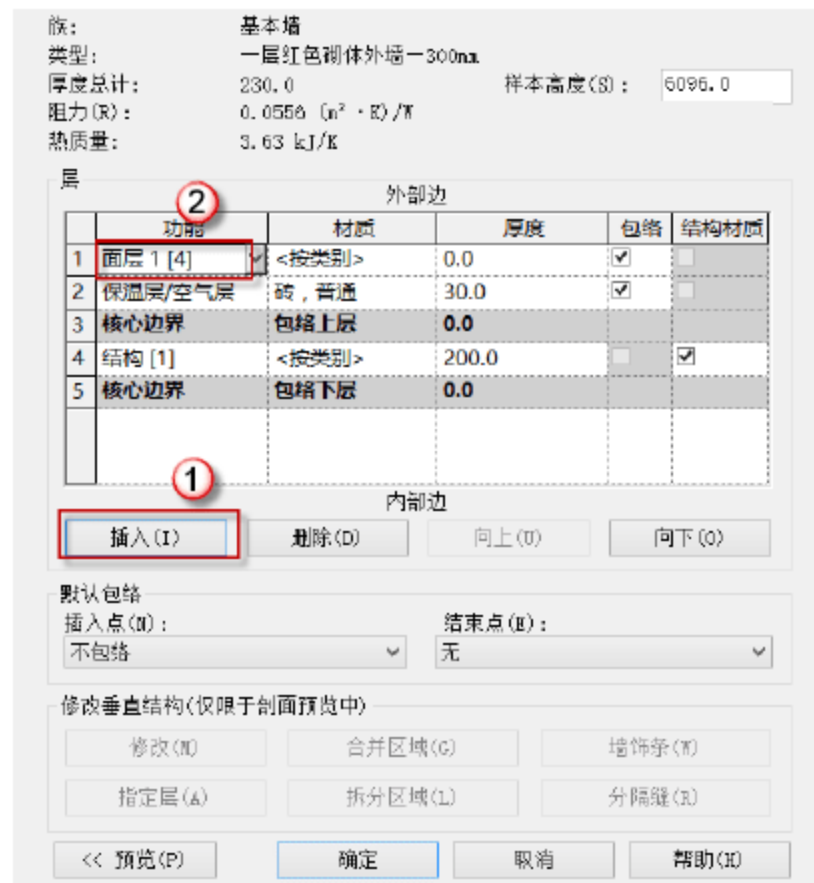

图 10.1.6 添加“面层 1 [4]”功能
(5) 添加“面层 1 [4]”功能。在“编辑部件”对话框中单击“插入”按钮，在“功能”参数下将“保温层/空气层”改为“面层 1 [4]”，如图 10.1.6 所示。